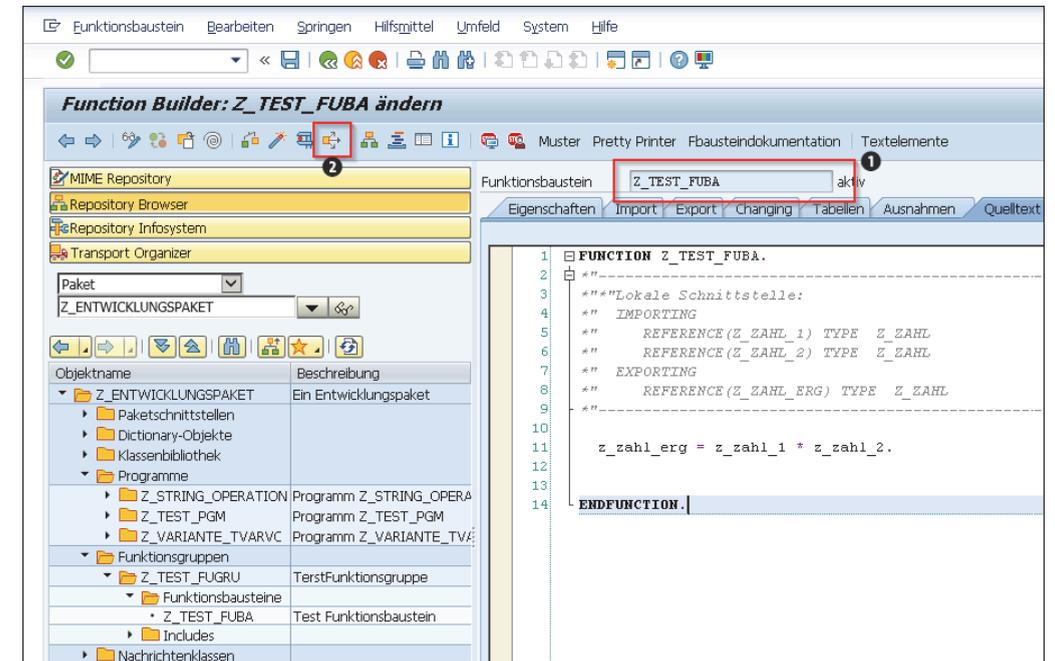

Abbildung 9.58 Verwendungsnachweis für einen Funktionsbaustein
bezogenen Icon-Leiste auf das Icon  (Verwendungsnachweis anzeigen), ❷ in Abbildung 9.58.